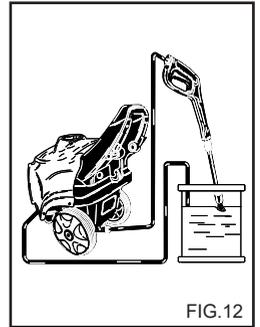

FIG. 12
**OPERACIONES PARA EL USO DEL ANTIHIELO (fig. 12).**